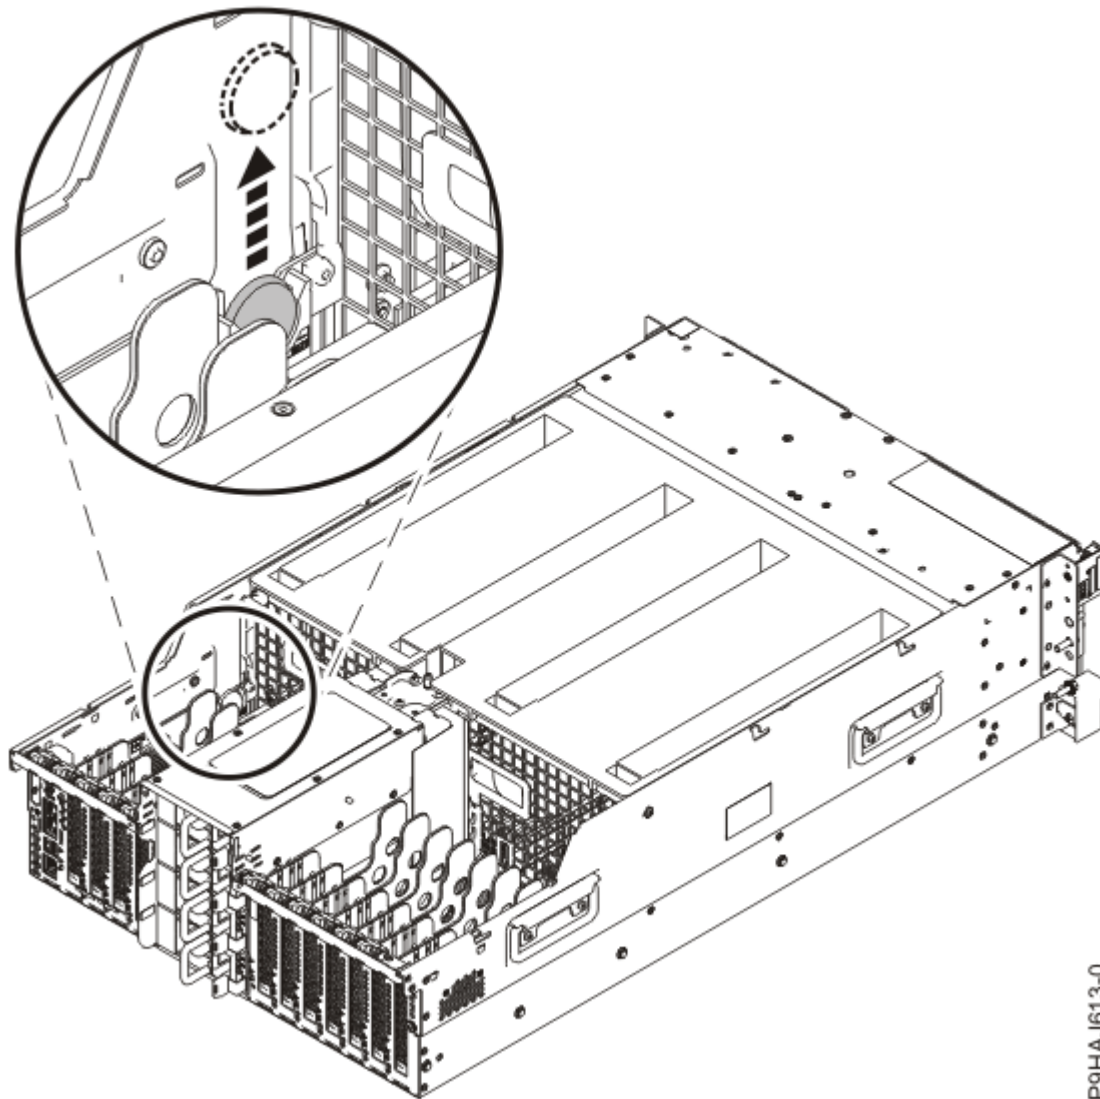
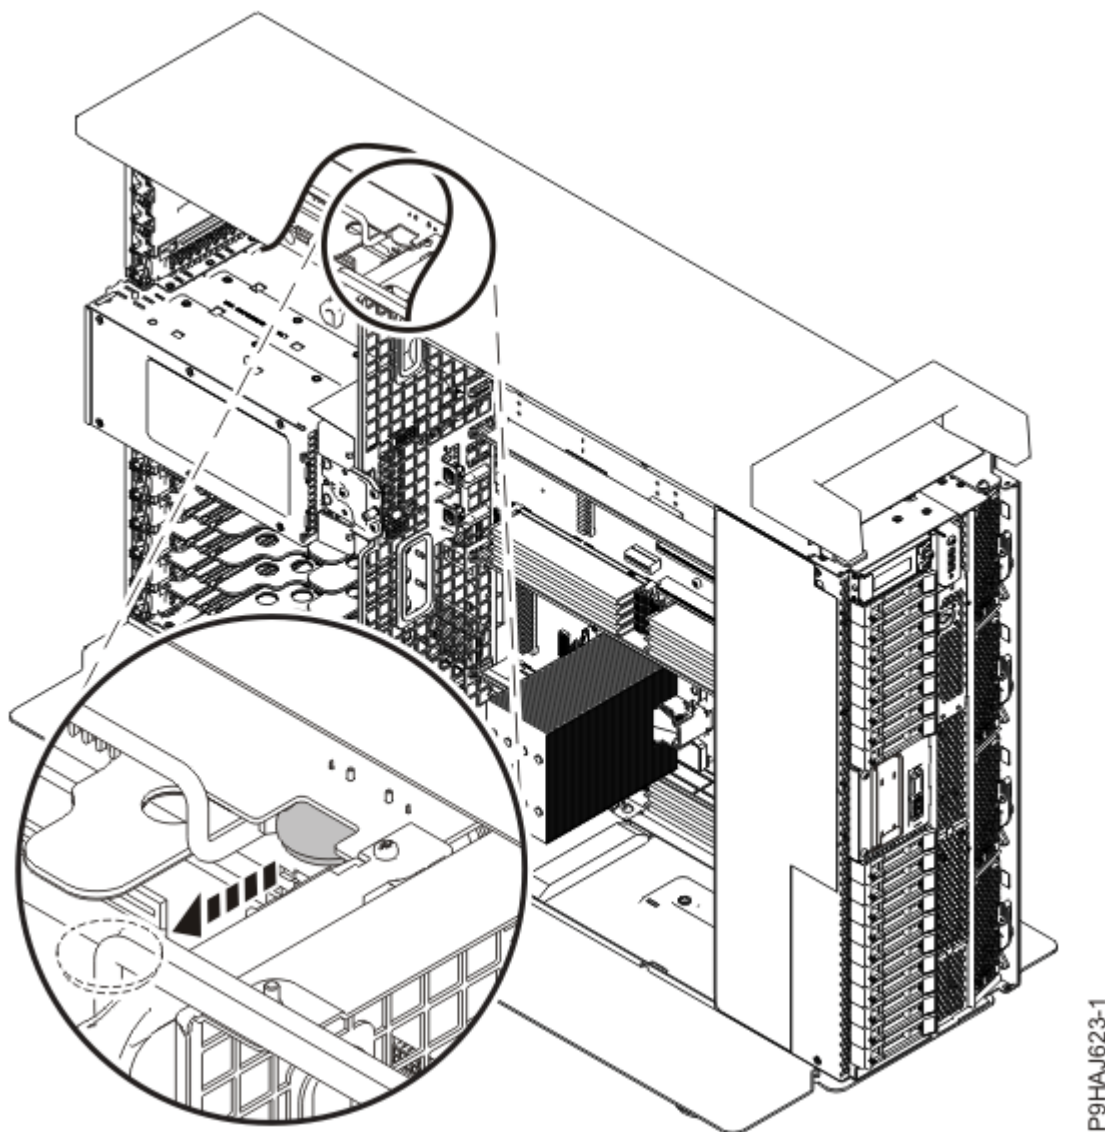

図 7. ラック・マウント型システムからの時刻バッテリーの取り外し
図 8. スタンドアロン・システムからの時刻バッテリーの取り外し
2. 時刻バッテリーをつかみ、サービス・プロセッサ・カードの位置 P1-C1-E1 にあるスロットから引き出します (10 ページの図 7 および 11 ページの図 8 を参照)。